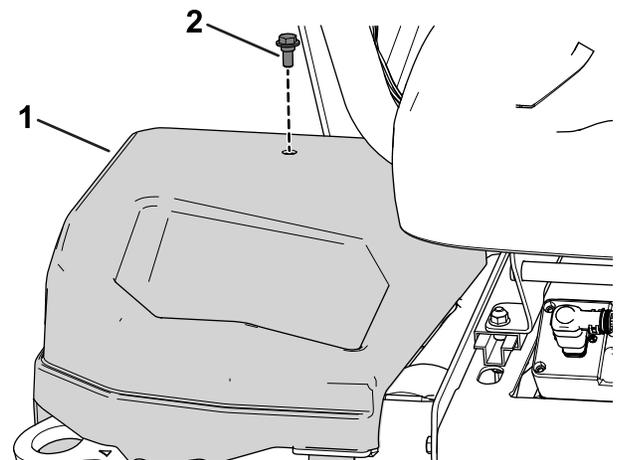

Figura 1
Retire la cubierta lateral derecha de la máquina (Figura 1).
- Instale la cubierta lateral derecha; consulte la Figura 1.